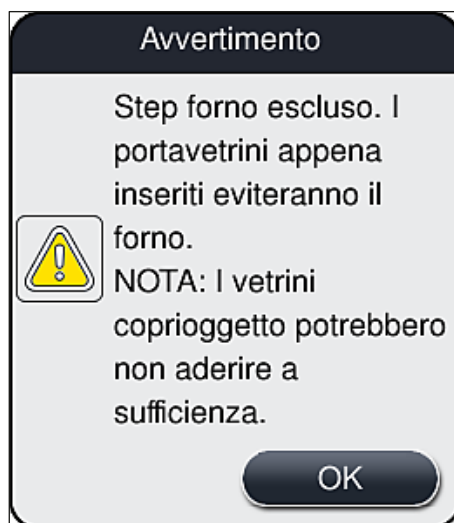

Fig. 36
3. Applicare la configurazione premendo il pulsante **Salva** (→ Fig. 33-5), prendere nota del successivo messaggio informativo (→ Fig. 36) e confermarlo con **OK**.